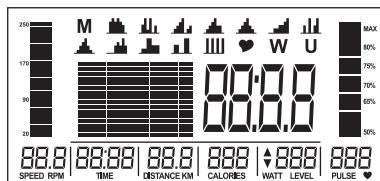

Abb. 1
- Stecken Sie das Netzteil ein, der Computer wird eingeschaltet und zeigt 2 Sekunden lang alle Segmente auf dem LCD an (Abb. 1).